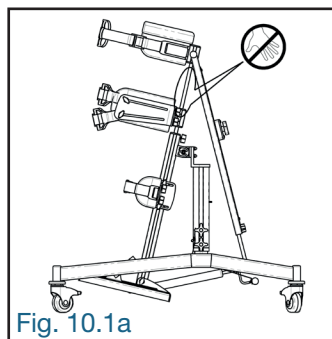

Fig. 10.1a
• Lors de l'ajustement de la hauteur du produit, en desserrant les deux boutons de blocage (A) au dos du châssis et les deux boutons de blocage (B) au bas du plateau stabilisateur, NE PAS mettre les doigts ou les mains entre le bloc des hanches (C) et le bloc thoracique (D) (Fig. 10.1a). **Toujours retenir le bloc thoracique (D)** d'une main afin qu'il ne glisse pas vers le bas de façon à coincer les doigts et la main entre les blocs thoraciques (D) et des hanches (C).